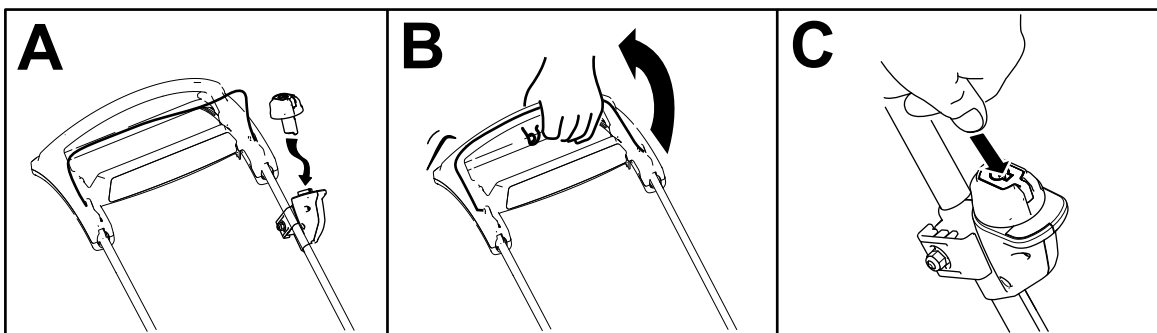

Figura 9
2. Inserite il pulsante di avviamento elettrico nell'interruttore dell'avviatore elettrico (A della Figura 9).
3. Premete la barra di comando della lama e tenetela ferma sulla stegola (B della Figura 9).
4. Premete il pulsante di avviamento elettrico e tenetelo premuto fino a quando il motore non si avvia (C della Figura 9).